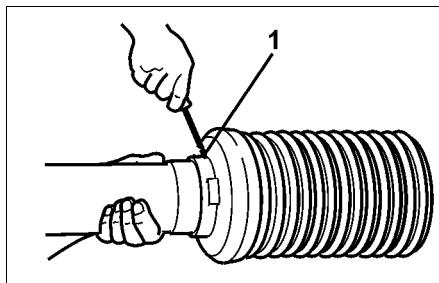

Рис. 20
- Выкрутите стопорный винт (Рис. 20/1).